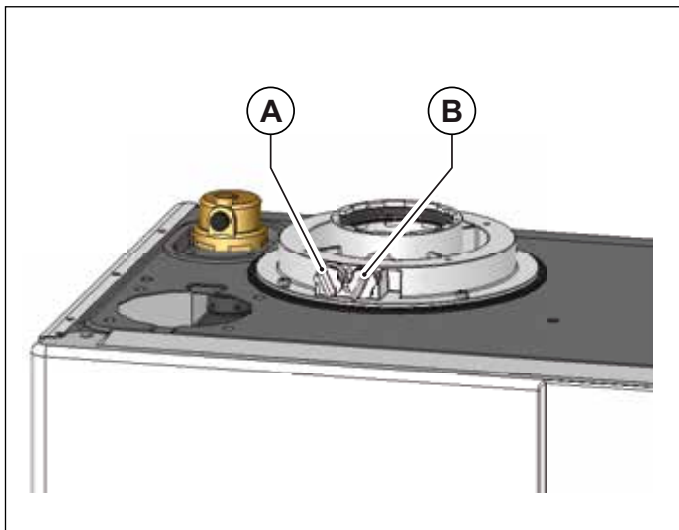
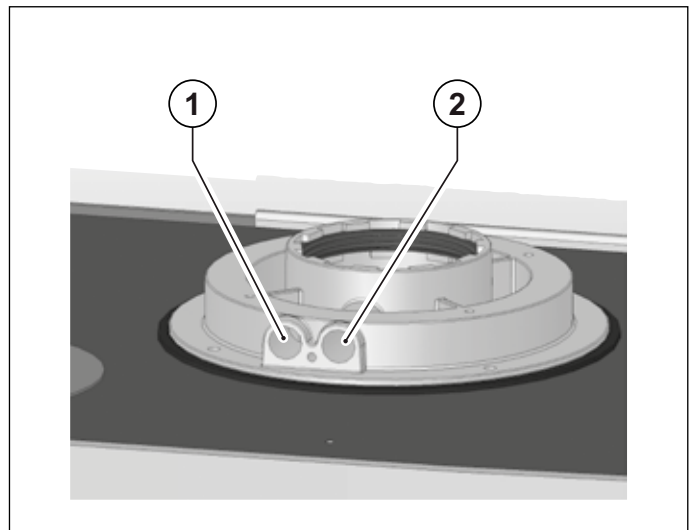

Fig. 20 Poziția bușoanelor
Fig. 21 Poziția orificiilor
Centrala termică este prevăzută cu un turn pentru racordarea conductelor de aspirație aer/evacuare gaze arse (vezi Fig. 20 Poziția bușoanelor și Fig. 21 Poziția orificiilor).
În turn au fost prevăzute orificii pentru accesul direct al aerului de combustie și pentru evacuarea gazelor arse (vezi Fig. 20 Poziția bușoanelor).
Înainte de a efectua măsurătorile înlăturați bușoanele **A** și **B** din orificiile prevăzute pe turn (vezi Fig. 20 Poziția bușoanelor).
- măsurarea aerului de combustie preluat din orificiul **1** (vezi Fig. 21 Poziția orificiilor).
- măsurarea temperaturii gazelor arse și a CO₂ prelevat din orificiul **2** (vezi Fig. 21 Poziția orificiilor).